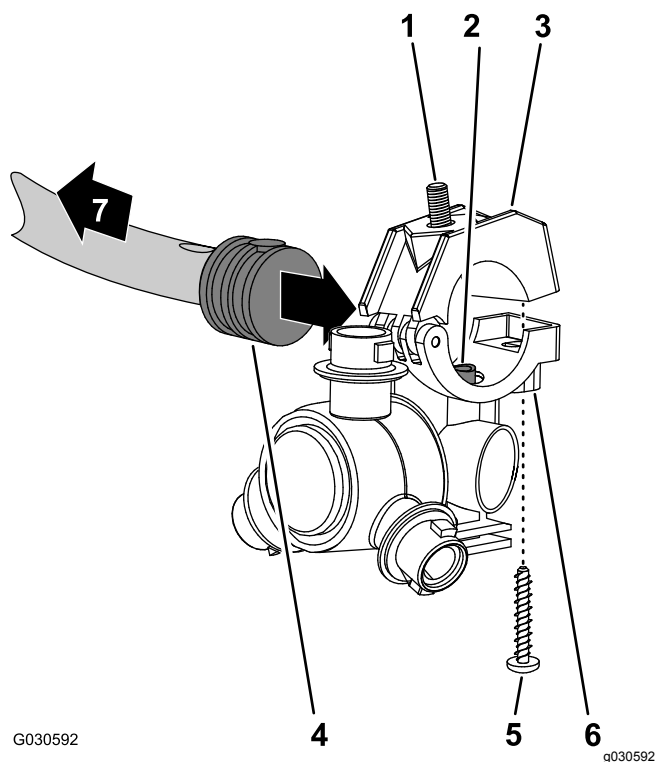
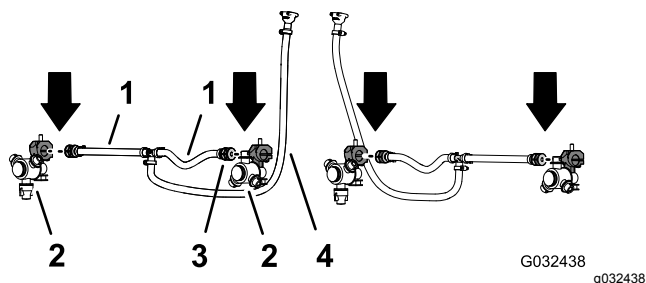

Figure 57
Figure 58
2. Avec les 2 buses de pulvérisation provenant du kit de finition du système de pulvérisation GeoLink, retirez la vis en acier inoxydable qui fixe le demi-collier supérieur au demi-collier inférieur (Figure 57).
3. Localisez le trou dans le côté de l'anneau cannelé simple au bout du flexible de 25 cm de l'ensemble flexibles (vanne de pulvérisation 5 ou 6) pour la section de pulvérisation centrale (Figure 57 et Figure 58).
4. Alignez le tube de transfert dans le demi-collier inférieur d'une buse de pulvérisation (Figure 57) et le trou dans le côté de l'anneau cannelé simple (1/2").
5. Fermez le demi-collier supérieur autour de l'anneau cannelé et fixez le demi-collier et le corps de la buse de pulvérisation (Figure 57) avec la vis en acier inoxydable (n° 12 x 1 1/4") ; serrez la vis en acier inoxydable à un couple de 14 à 18 N·m.
6. Avec la buse de pulvérisation, le boulon à tête hexagonale et la vis en acier inoxydable que vous avez retirés aux opérations 1 et 2 de Dépose des buses de pulvérisation (page 27), répétez les opérations 3 à 5 pour l'anneau cannelé simple (Figure 57 et Figure 58) au bout de l'autre flexible (25 cm).
7. Avec les 2 buses de pulvérisation que vous avez retirées à l'opération 4 de Dépose des buses de pulvérisation (page 27), répétez les opérations 3 à 5 pour l'anneau cannelé simple de l'autre ensemble flexibles (vanne de pulvérisation 5 ou 6) pour la section de pulvérisation centrale (Figure 57 et Figure 58).